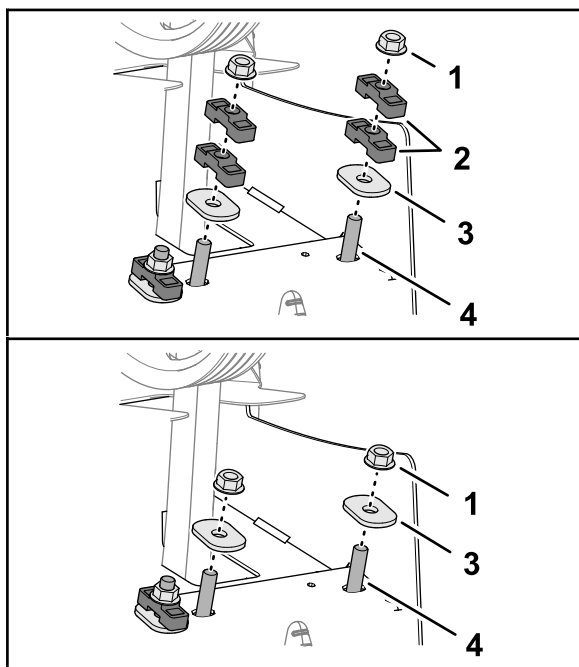

图 134
6. 用硬化椭圆形垫圈和锁紧螺母将阻尼器轴和隔片固定至后机架 图 134。